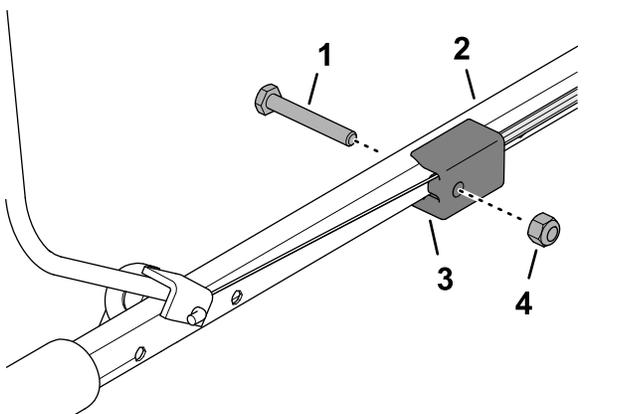

Figure 13
5. Fixez le bloc de fixation sur la partie supérieure du guidon (Figure 13) à l'aide du boulon ($\frac{1}{4}$ " x $1\frac{3}{4}$ ") et du contre-écrou ($\frac{1}{4}$ ").